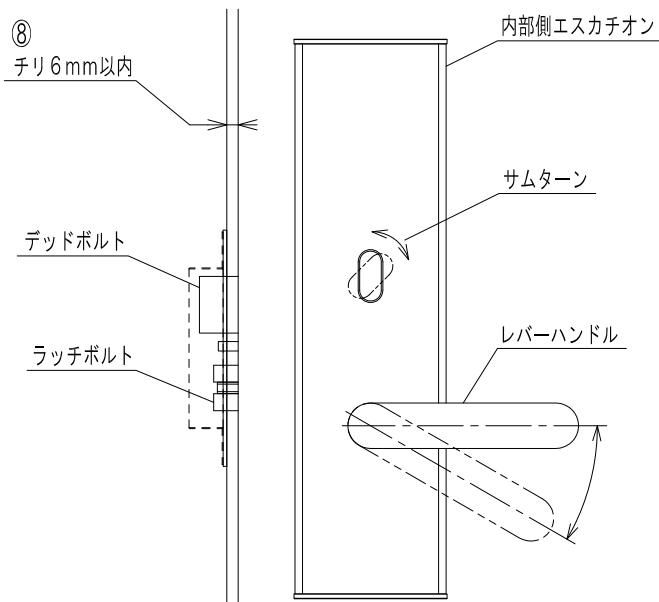

図1:④ アンチパニック機能の動作確認
② 室内外のレバーハンドル操作後、レバーが水平位置に戻る。
③ サムターン操作でデッドboltが正常に作動する。
④ アンチパニック機能が正常に作動する(図1参照)。 サムターンでデッドboltを施錠した状態から、 室内のレバーハンドル操作でデッドboltとラッチboltが引き込む。